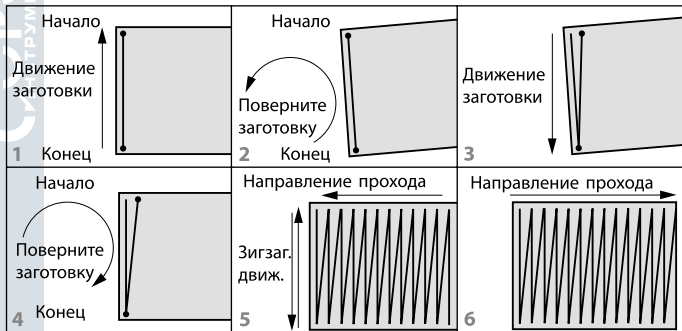

Рисунок 4 – Прокатка листовой заготовки
2. Прокат осуществляйте постепенно, наращивая скорость. Пример раскатки плоского листа зигзагообразным проходом представлен на рис. 4.